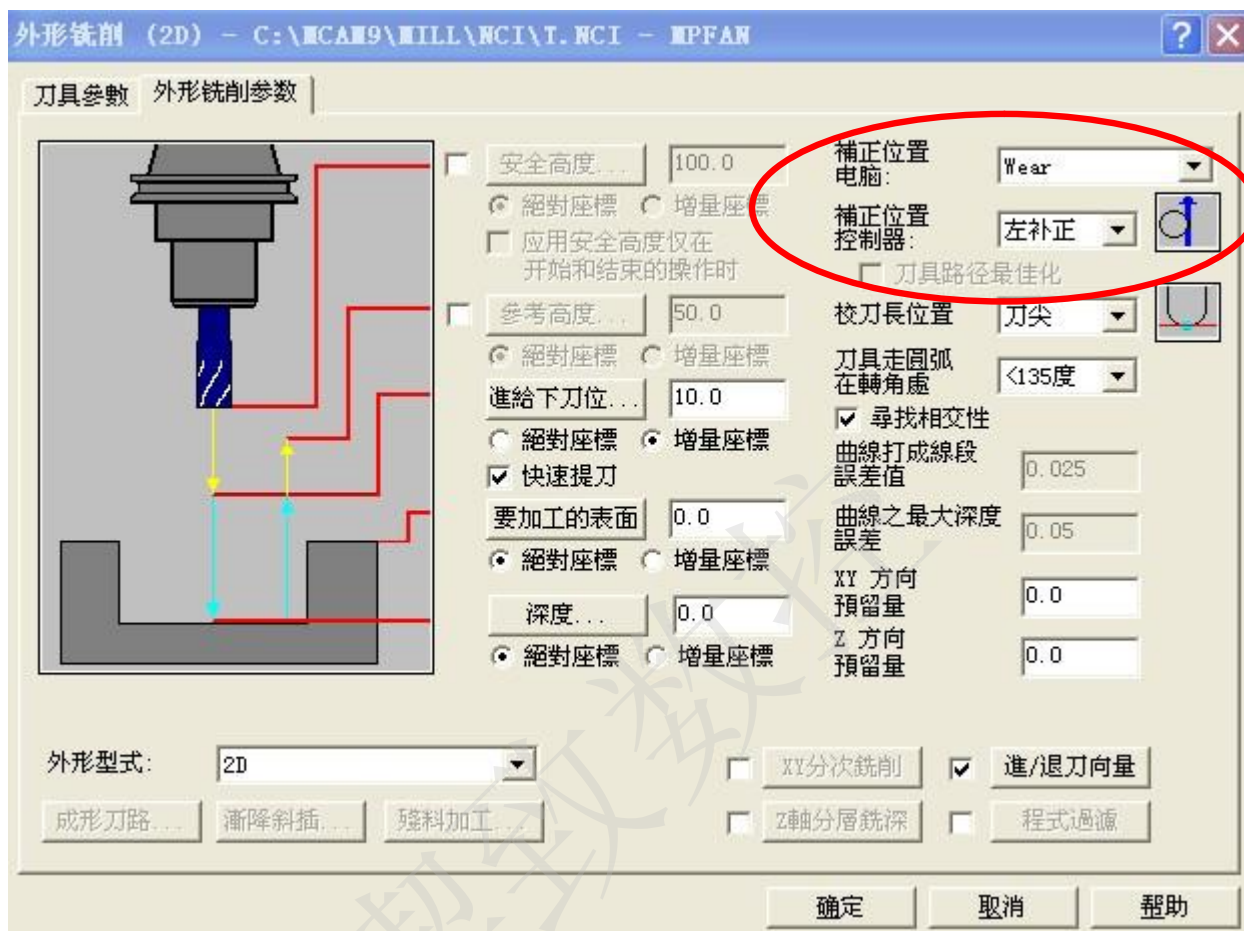

图 8 外形铣切参数选项
3. 外形精加工：同样包括两个选项：刀具参数和外形铣切参数，分别见图 7 和图 8。
第一步：在图 8 画红色椭圆的补正位置（电脑）处选择 Wear（中文版软件译为“两者”）；
第二步：在图 8 画红色椭圆的补正位置（控制器）处选择左补正（你也可以根据需要选择右补正）；